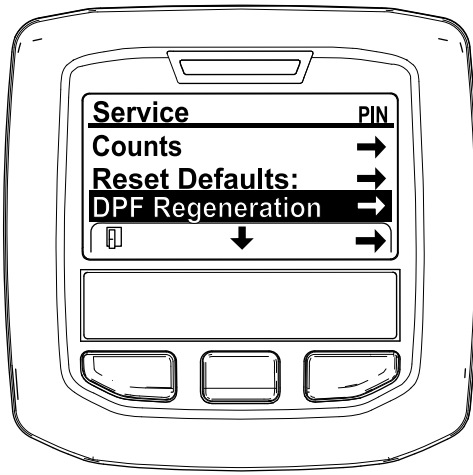

図 27
3. 整備メニュー SERVICE MENU で、中央ボタンを押して DPF 再生 DPF REGENERATION へ移動し、右ボタンで DPF 再生 DPF REGENERATION を選択する 図 27。